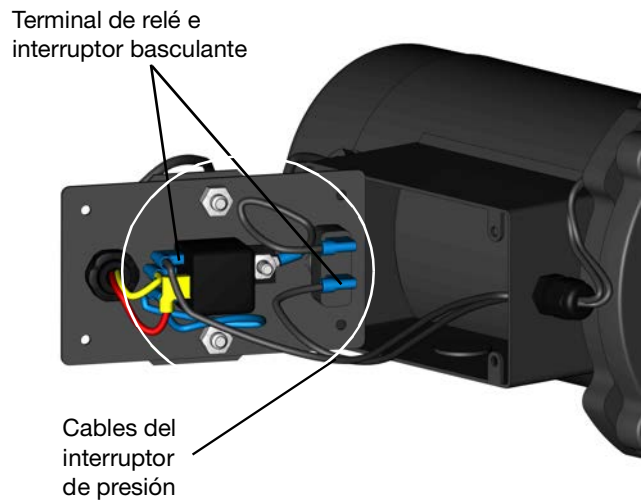

FIG. 29
8. Retire los cables del interruptor de presión del terminal de relé y de interruptor basculante (FIG. 29).